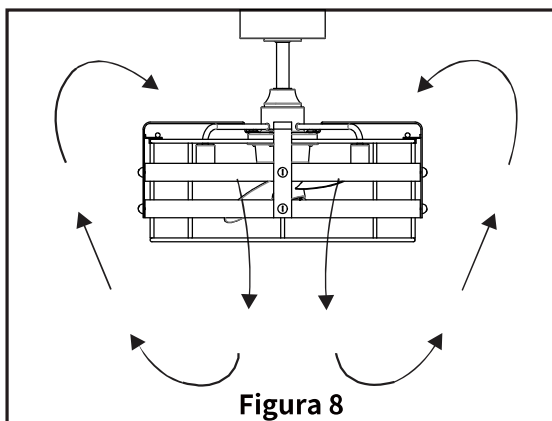

Figura 8
- Clima cálido - (Hacia adelante) Un flujo de aire descendente crea un efecto de enfriamiento como se muestra en . (Figura 8)